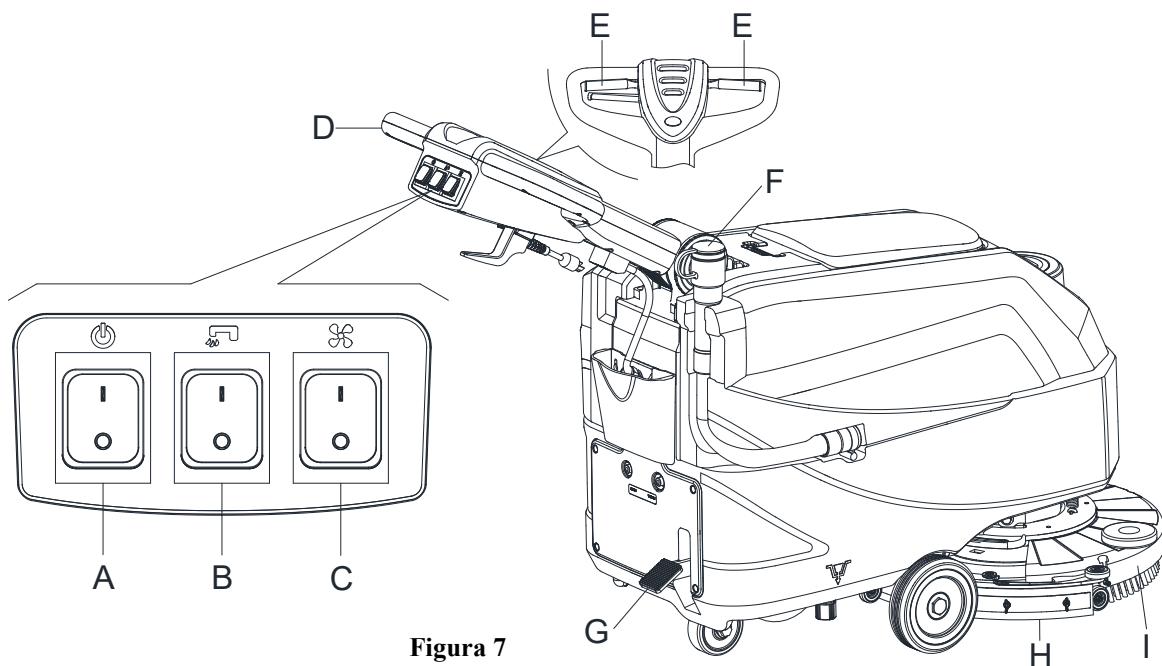
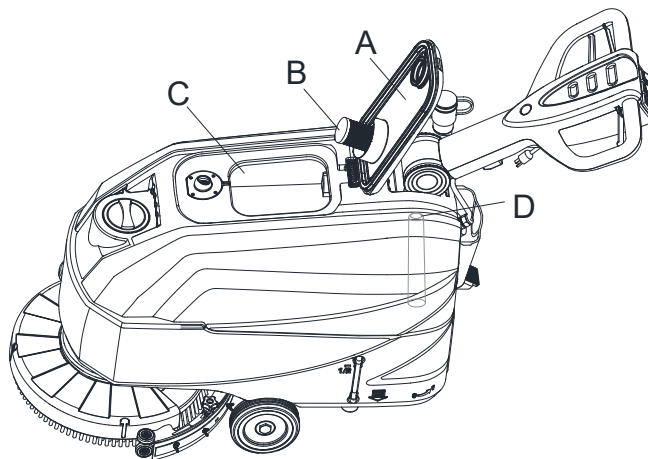

Figura 7
Figura 9
2. Empurre a máquina para a área a ser limpa, empurrando-a com as mãos no guiador (D, Figura 7).
3. Baixe a cabeça do suporte de esponja/escova (I, Figura 7) e o limpador (H) levantando o pedal (G).
4. Pressione o interruptor de alimentação (A, Figura 7) na posição "I".
5. Pressione o interruptor da solução (B, Figura 7) na posição "I". (Trabalhe simultaneamente com o interruptor de segurança (E) para controlar a válvula solenoide.)
6. Pressione o interruptor de aspiração (C, Figura 7) na posição "I".
7. Inicie a limpeza ao empurrar a máquina com as mãos no guiador (D, Figura 7) e pressione a alavanca do interruptor de segurança (E, Figura 7).
Para mover a máquina para a frente, pressione a alavanca do interruptor de segurança esquerdo ou direito (D, Figura 7) ou ambos.
10. Pare a máquina utilizando o guiador (D, Figura 7).
11. Quando terminar a utilização da máquina, solte a alavanca do interruptor de segurança (E) para desligar o suporte de esponja/escova e a válvula solenoide.
12. Pressione o interruptor de controlo da solução (B) na posição "OFF" para desligar completamente o fluxo da solução.
15. Levante a cabeça do suporte de esponja/escova (I, Figura 7) e o limpador (H) pressionando o pedal (G).
2. Mantenha ambas as mãos no punho e pressione a alavanca do interruptor de segurança (E, Figura 7), de seguida, mexa a máquina para iniciar a escovar/secar o chão.
Um sistema de desligar automático (B, Figura 9) para o sistema a vácuo quando o tanque de água de recuperação (C) está cheio. A desactivação do sistema de aspiração é assinalada por um aumento súbito na frequência de ruído do motor do sistema de aspiração e o chão não é seco.
Se o sistema a vácuo for desligado acidentalmente (por exemplo, quando a bóia é activada devido a um movimento súbito da máquina) para continuar a operação: pressione o interruptor de alimentação (39 e 41) para desligar a alimentação e o sistema de vácuo, em seguida, abra a tampa (A, Figura 9) e verifique se a bóia dentro da grelha (B) desceu para o nível da água. Depois feche a tampa (A) e pressione o interruptor de alimentação (39 e 41) e ligue a alimentação e o sistema de vácuo.
Quando o tanque água de recuperação (C, Figura 9) estiver cheio, esvazie-o de acordo com os seguintes passos.
2. Levante a cabeça do suporte de esponja/escova (I, Figura 7) e o limpador (H) pressionando o pedal (G).
4. Esvaziar o reservatório da água de recuperação com a mangueira (A, Figura 7). De seguida, limpe o tanque de recuperação (C, Figura 9) com água limpa.
5. Remova a tampa do tanque de recuperação (A, Figura 9) e limpe o interior da tampa e a grelha da bóia do filtro (B) com água limpa.
6. Controle o tanque de recuperação (D, Figura 9) se há congestionamento de corpos estranhos e limpá-lo.